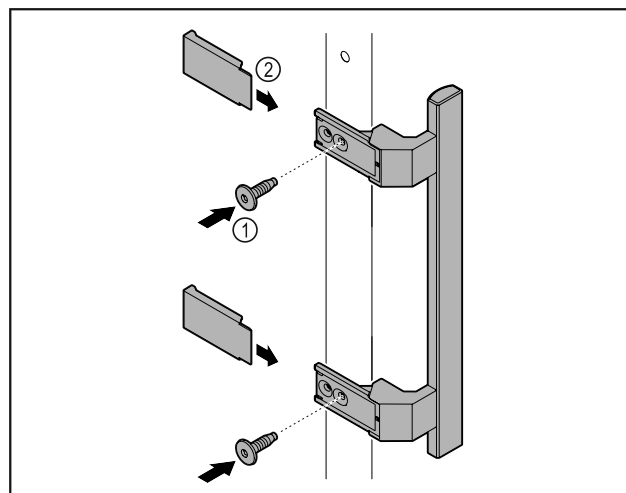

Fig. 9
- ▶ Griff aus dem Beipack mit den beiliegenden Schrauben Fig. 9 (1) an der Tür anbringen.
- ▶ Abdeckung Fig. 9 (2) aufsetzen.